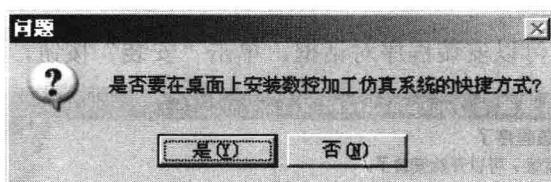

图 1-8 快捷方式创建
10) 安装完成后，系统弹出“问题”对话框，询问“是否要在桌面上安装数控加工仿真的快捷方式？”，如图 1-8 所示。